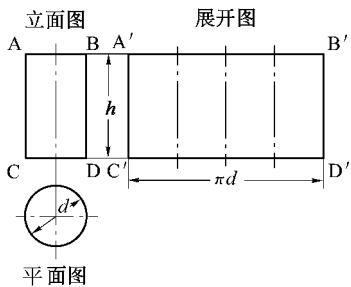

图 8 - 56 圆管及其展开图
制品表面具有平行边棱的 ,如圆管、矩形管、椭圆管、弯头、三通等 ,可将表面分成若干平行部分 ,在平面上展开 ,如图 8 - 56 所示为圆管的展开图。其展开方法是 :先画圆管的平面图(断面图)和立面图 ,延长立面图中 AB、CD ,在 AB 的延长线上截取 A'B' 等于圆周长(即 $AB = \pi d$) ,并由 A'、B' 两点向 CD 的延长线作垂线 ,得交点 C'、D' ,则 A'B'C'D' 所围成的平面图形就是圆管的展开图。
(1) 如图 8 - 57 所示 ,作弯头的立面图与平面图 ,由于 I、II 两节圆管的展开法是相同的 ,所以现以 I 节的展开为例。